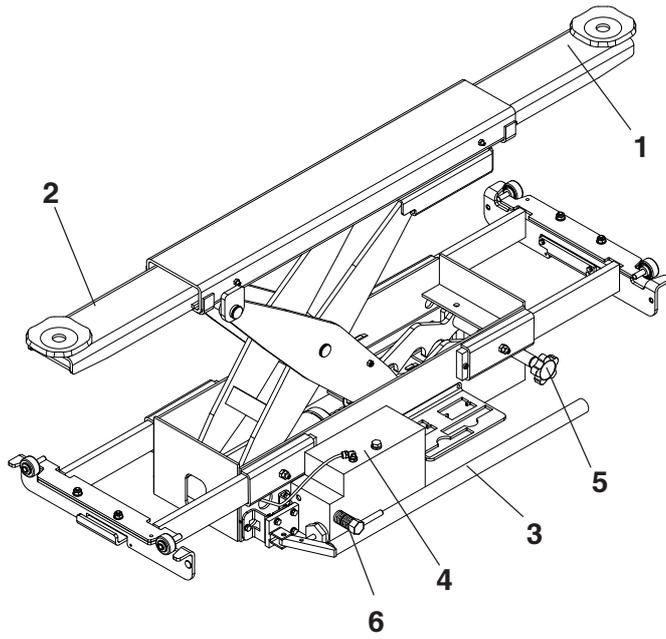

Fig. 15
-  Quando si opera sui veicoli ricordarsi sempre di inserire il perno di sicurezza meccanica 5 (Fig. 15). Accertarsi che gli appoggi siano bene posizionati sotto al punto di sollevamento; **IL VEICOLO DEVE ESSERE POSIZIONATO PERFETTAMENTE IN CENTRO E COMPLETAMENTE FRENATO (FRENO DI STAZIONAMENTO INSERITO).**
-  Always fit the mechanical safety pin 5 (Fig. 15) when operating on vehicles. Make sure supports are properly positioned under the lifting point. **ALWAYS POSITION THE VEHICLE IN THE CENTRE AND USE THE PARKING BRAKE TO FULLY LOCK IT.**
-  Bei Arbeiten an Fahrzeugen muss man sich immer daran erinnern, den Bolzen für die mechanische Absicherung 5 (Abb. 15) einzufügen. Sicherstellen, dass die Auflagestempel gut unter den Ansatzpunkt des Hebevorgangs ausgerichtet sind.
-  Lors des opérations sur les véhicules, il est nécessaire d'introduire le pivot de sécurité mécanique 5 (Fig. 15). Vérifier à ce que les supports soient bien positionnés au-dessous du point de levage.
-  Al efectuar operaciones sobre los vehículos, es indispensable acordarse siempre de conectar el perno de seguridad mecánica 5 (Fig. 15). Asegúrese que los soportes estén bien posicionados debajo del punto de elevación; **EL VEHICULO DEBE SER POSICIONADO PERFECTAMENTE AL CENTRO Y SE DEBE FRENAR POR COMPLETO (FRENO DE ESTACIONAMIENTO CONECTADO).**